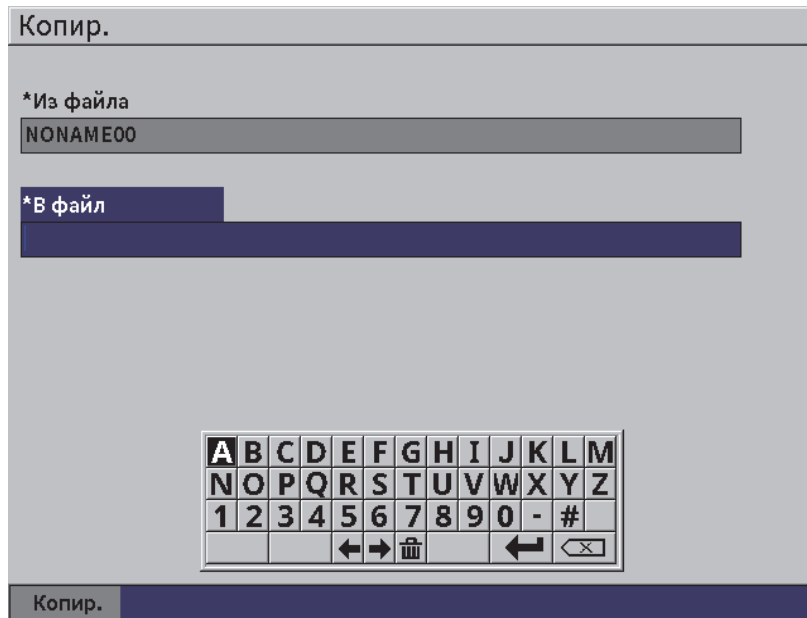

Рис. 9-15 Страница настройки Копировать
2. Нажмите клавишу Enter, чтобы открыть страницу **Копир.** (см. Рис. 9-15 на стр 143).